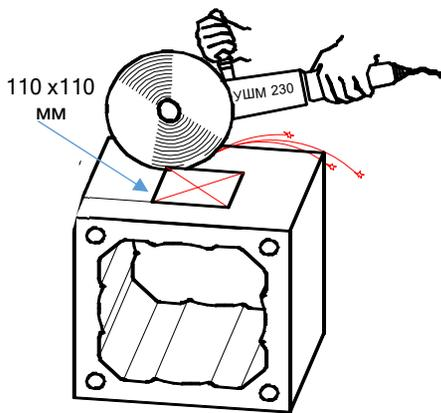

Рис.3
2. С помощью угловой шлифовальной машины (далее УШМ) вырежьте в блоке отверстие 110x110 мм, либо с помощью круглой коронки диаметром 120 мм для вентиляционной решётки на высоте 50 мм от уровня чистого пола. Рис. 3